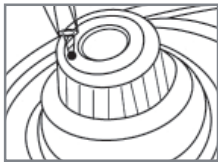

рис. 14
- Затем установите среднюю муфту передаточного механизма так, чтобы две полости сбегались и зафиксируйте их с помощью винта, входящего в комплект (рис. 14). Повторите данную установку для пассажирской двери.